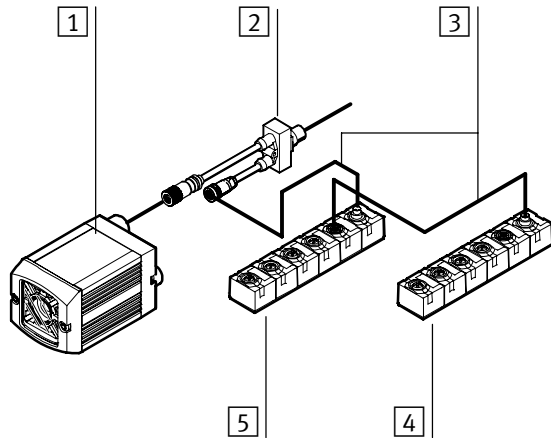

Bild 4/15: Kompaktkamerasytem SBOI-Q... mit E/A-Erweiterung (Beispiel).
- Schließen Sie zur Stromversorgung der externen E/A-Module zuerst das Kabel SBOA-K20CP-SUP von Festo an das Kompaktkamerasystem an (siehe Bild 4/15).
- Verbinden Sie anschließend die E/A-Module wie im Beispiel Bild 4/15 dargestellt. Verwenden Sie hierzu die Verbindungsleitung KVI-CP-3. Beachten Sie, dass die gesamte Leitungslänge max. 10 m betragen darf.